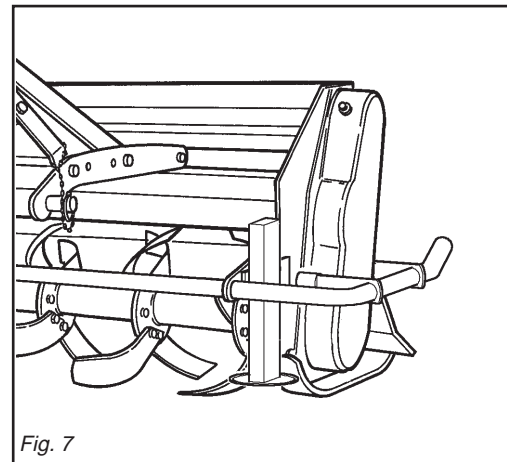

Fig. 7
- 5 - *Position the support foot as shown in the figure 7.*
- 5 - Den Stützfuß wie in Abb. 7 gezeigt anordnen.
- 5 - *Positionnez le pied d'appui (voir fig. 7).*